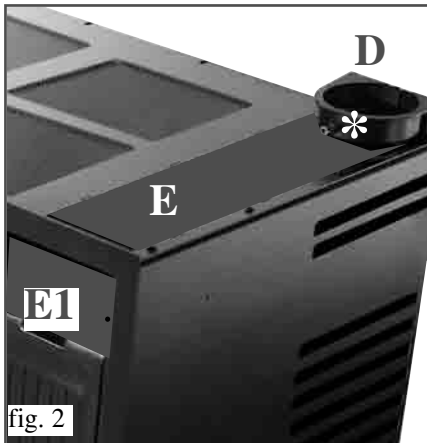

fig. 2
**POSIBLES INSTALACIONES (fig. 2)**
- Instalar y fijar con tacos la placa de apoyo (B) en la posición definitiva donde se colocará el insertable.
- Posicionar y fijar (con los pernos suministrados) el estribo (C) de centrado del trozo de canal de humo (A).
- Calzar el trozo de canal de humo en el anillo (D) del estribo (C) apoyándolo en el tornillo (\*) fig 2).
- Sacar el tornillo de apoyo (\*) y acoplar el canal de humo en la boca de salida de humos (F), bloqueándolo con el tornillo (°).
- La operación se realiza trabajando en la apertura (E) prevista en la tapa del insertable, después de haber quitado la placa (E1) fijada con 2 tornillos (ver fig. 2).